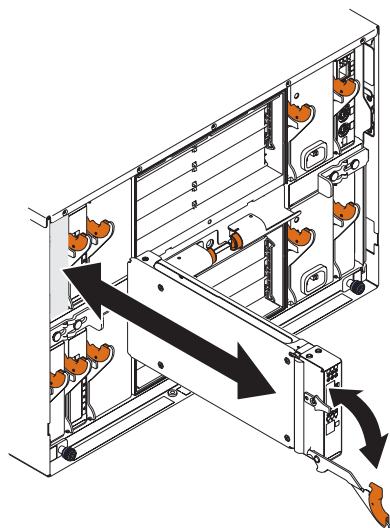

図5. Fibre Channel スイッチ・モジュールのリリース・ラッチ
5. 20 ページの図 5 に示されているように、スイッチ・モジュールの下方へ、リリース・ラッチを引き下ろします。モジュールが移動して約 0.64 cm だけベイの外に出ます。